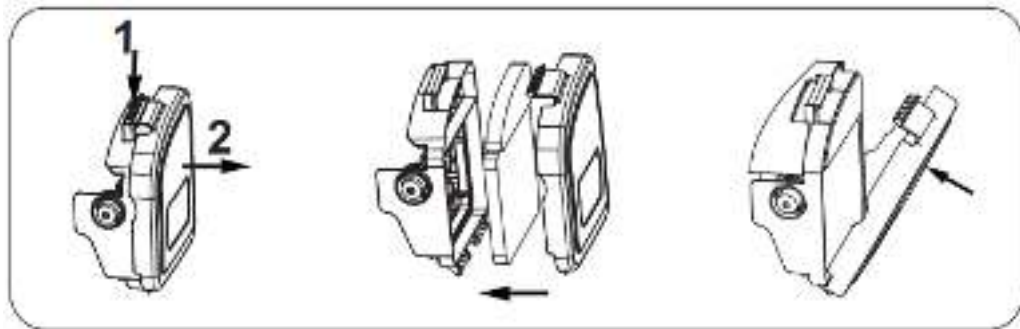

Рис. 20
1. Откройте крышку воздушного фильтра и извлеките фильтрующий элемент (рис. 20)